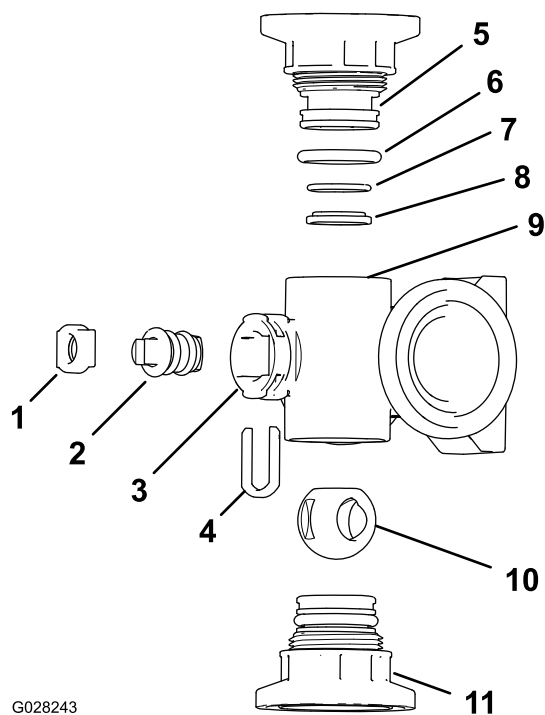
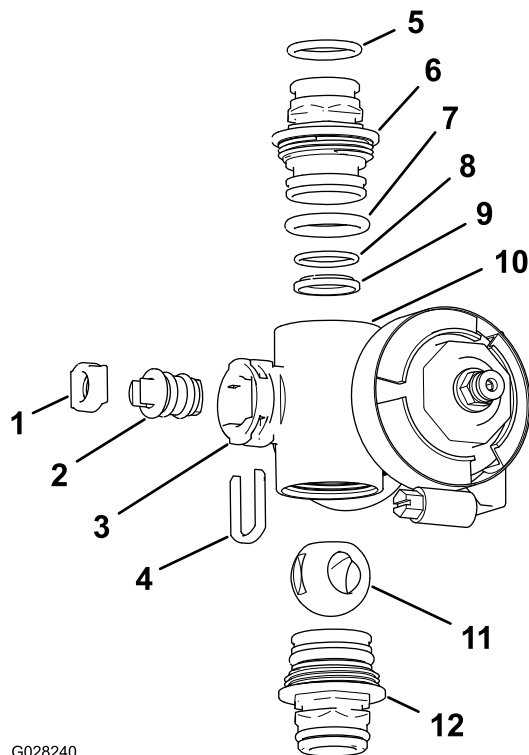

Figura 114
Figura 115
2. Rimuovete i 2 gruppi del raccordo del tappo terminale da ciascun'estremità del corpo del collettore (Figura 114 e Figura 115).
4. Rimuovete il fermo dello stelo dalle scanalature nella porta dello stelo nel collettore (Figura 114 e Figura 115).
5. Rimuovete il fermo dello stelo e la sede dello stelo della valvola dal collettore (Figura 114 e Figura 115).
6. Rimuovete il gruppo dello stelo della valvola dal corpo del collettore (Figura 114 e Figura 115).
1. Controllate la condizione degli O-ring del raccordo di uscita (solo collettore della valvola della sezione), gli O-ring del tappo terminale, gli O-ring delle sedi posteriori e la sede a sfera per escludere danni o usura (Figura 114 e Figura 115).
2. Applicate il grasso al silicone sullo stelo della valvola e inseritelo nella relativa sede (Figura 114 e Figura 115).
3. Montate lo stelo della valvola e la sede nel collettore e fissateli con il fermo dello stelo (Figura 114 e Figura 115).
4. Assicuratevi che l'O-ring della valvola di non ritorno e la sede della sfera siano allineati e in sede nel raccordo del tappo terminale (Figura 114 e Figura 115).
5. Montate il gruppo del raccordo del tappo terminale sul corpo del collettore fino a quando la flangia del raccordo del tappo terminale non tocca il corpo del collettore (Figura 114 e Figura 115), poi ruotate il raccordo del tappo terminale di un altro 1/8 - 1/4 di giro.